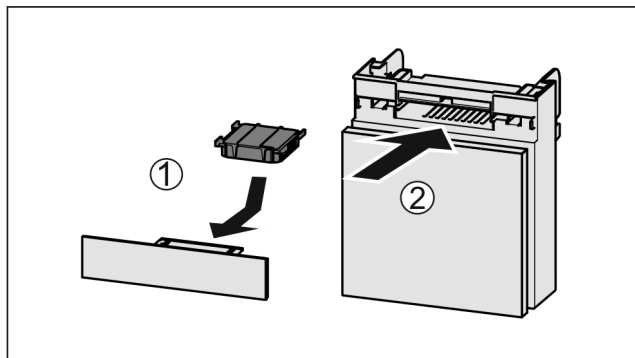

Fig. 121
- Umetnite filter s aktivnim ugljenom kao što je prikazano na slici Fig. 121 (1).
- Umetnite pretinac Fig. 121 (2).